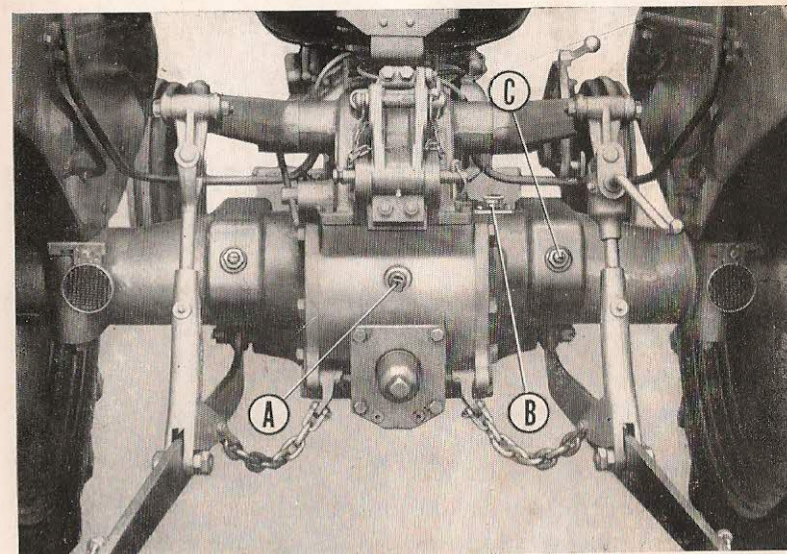

FIG. 24
- Vérifier le niveau d'huile de la transmission (l'huile doit arriver au ras du filetage du bouchon de niveau (fig. 24)).
Ne pas oublier d'abaisser complètement la manette de l'hydraulique afin de vider entièrement le vérin. Faire le plein par le bouchon B jusqu'au niveau du bouchon (A fig. 24) avec une huile multigrade 10 W 30.